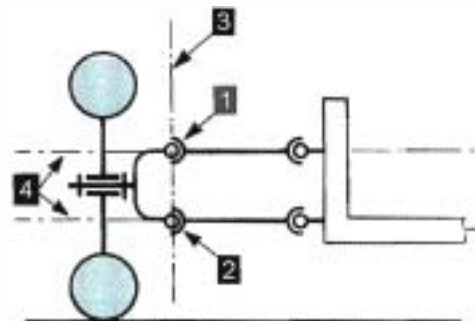

Figure 16.4 • Pivot pour train à roues indépendantes. Rotule de direction-suspension.
• **Roues indépendantes** (figure 16.4). L'articulation doit permettre :